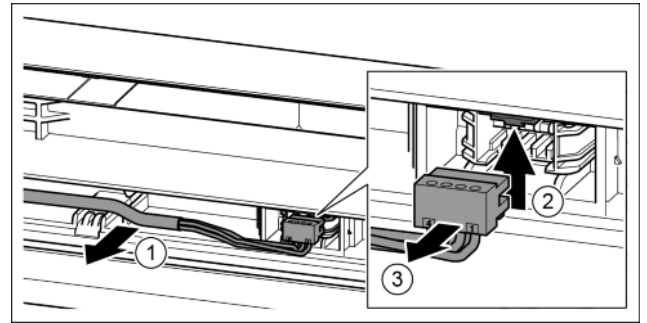

Fig. 24
- ▶ Осторожно высвободить серый кабель из направляющей в двери. Fig. 24 (1)
- ▶ Отжать соединительную накладку вверх. Fig. 24 (2)
- ▶ Осторожно извлечь штекер. Fig. 24 (3)